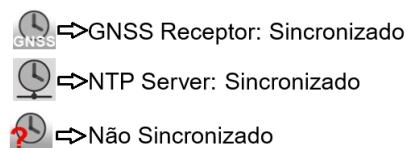

Figura 32 – Fontes de Sincronização de Data e Hora
- Data e Hora do Equipamento:** Caso a data e hora sejam obtidos a partir de uma fonte, um ícone indicando a fonte atual será exibido de acordo com a Figura 32 – Fontes de Sincronização de Data e Hora, caso um cartão SD seja detectado um símbolo de um cartão microSD irá aparecer: